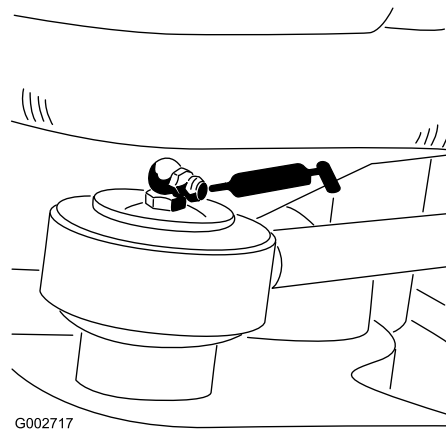

Figura 25
- tirante del cilindro dello sterzo (1) (solo modello 08705) (Figura 25)